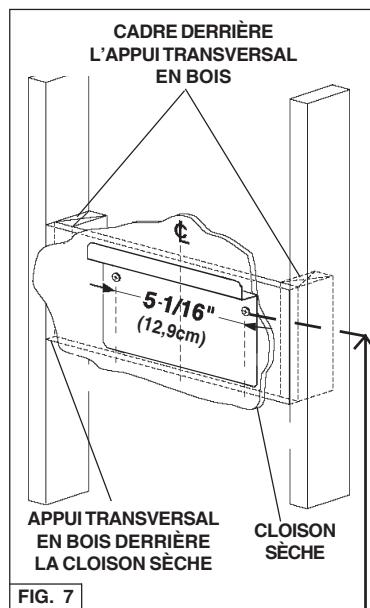

FIG. 7
- Construisez un **cadre** en bois pour le mur dont les vis-pivot ne dépassent pas. Fig. 7.